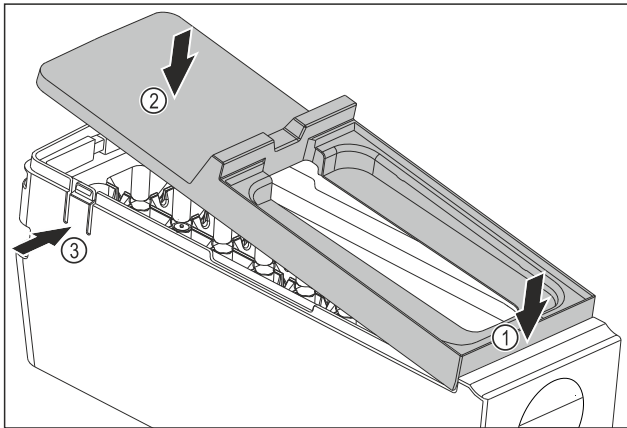

Fig. 124
- Montáž krytu korpusu EasyTwist-Ice: Nasaďte kryt na přední stranu. Fig. 124 (1)
- Spusťte kryt vzadu dolů. Fig. 124 (2)
- Kryt slyšitelně zaklapne v obou lamelách Fig. 124 (3).